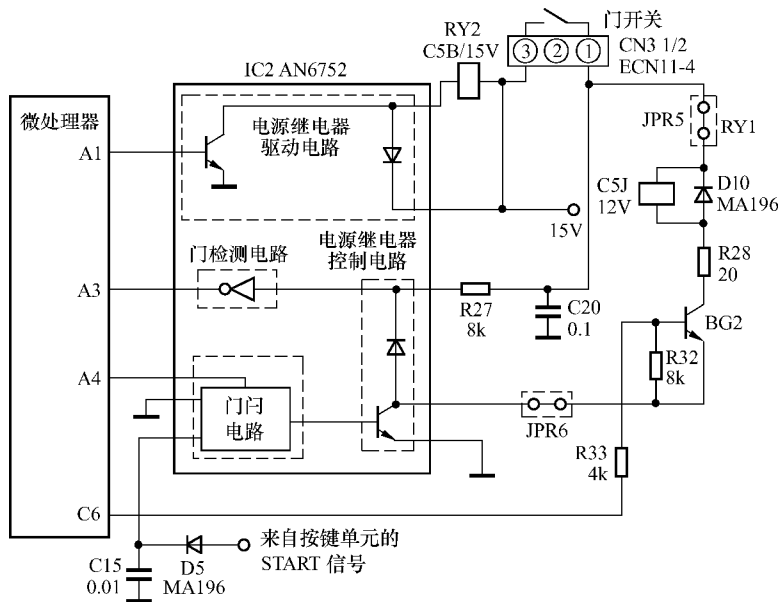

图 10-2-5 美的 EG23B 系列电脑型微波炉继电器控制电路
相关电路如图 10-2-5 所示，接通控制板电源，测量其 A4 引出线和 C6 引出线有 +5V 电压，正常。再测 IC2 的④脚也输出了低电平，从分析可知，BG2 应导通工作，但实测 BG2 的 C 极只有 0.5V 的电压，正常应为 12V，说明 BG2 并未导通，导致 RY1 不能闭合，更换三极管 BG2 后故障依旧，依次检查相关电路 D1、C20，发现 C20 已击穿，造成 BG2 因过流而损坏，去掉 C20 后，故障排除（不并接 C20 也可）。